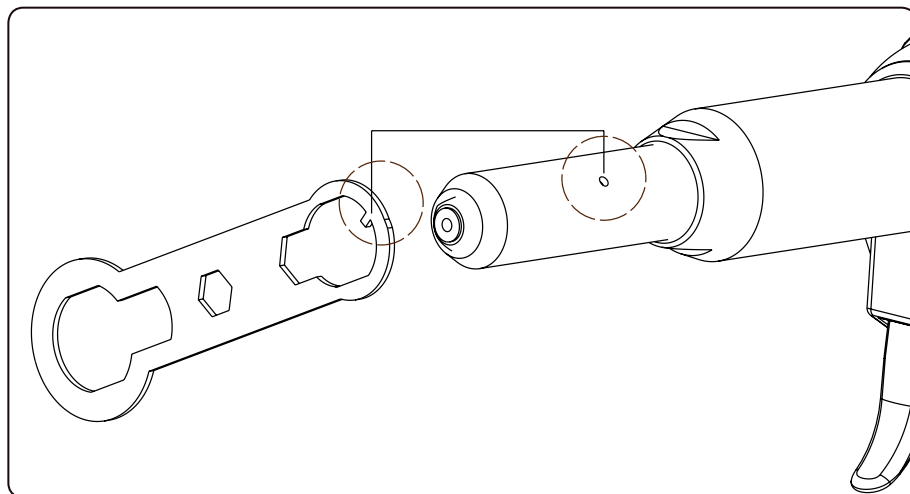

Abb.7, Platzierung der Schlüssel Nase in der Bohrung im Pistolenschaft
- Falls ein Zugang zu den Klemmbanken (Teil 3, Abb.8) oder einem anderen Geräteteil erforderlich ist, schrauben Sie den Pistolenschaft mit Hilfe des mitgelieferten Schlüssels ab. Im den Pistolenschaft mit dem Schlüssel abschrauben zu können, muss die Nase am Schlüssel in die Bohrung am Pistolenschaft als Anschlag einrasten (Abb.7). Vor dem Austausch der Teile ist der Pistolenschaft zu drücken und loszulassen. Sorgen Sie für ausreichende Schmierung der Bestandteile im Pistolenschaft, vor allem nachdem sie ausgetauscht wurden. Zur Schmierung ist ein Maschinenfett zu verwenden.